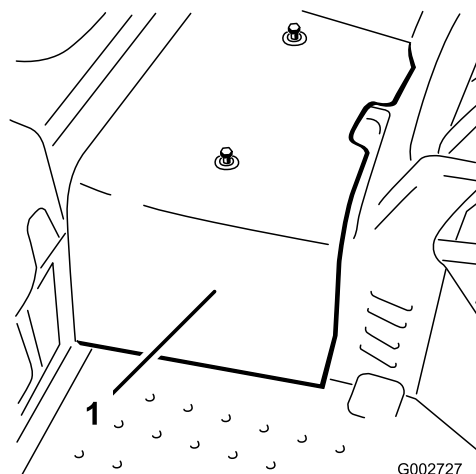

Figura 33
2. Desaperte os 2 parafusos que fixam o resguardo central à máquina e retire o resguardo (Figura 33).